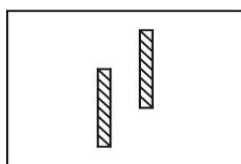

Figura 55
Gire la perilla de la lente auxiliar ② para configurar el ojo izquierdo en 10ΔI para que las columnas de letras estén completamente separadas. Si el paciente tiene foria vertical, se mostrará como la figura 55. Luego, gire el prisma giratorio hacia el otro ojo, con una escala de 0 horizontal (como se muestra en la figura 57). Gire la perilla de rotación del prisma ⑪ para que no haya diferencia entre el superior y el inferior (ver Fig.56). Luego, la escala del prisma giratorio indica el poder de foria vertical.